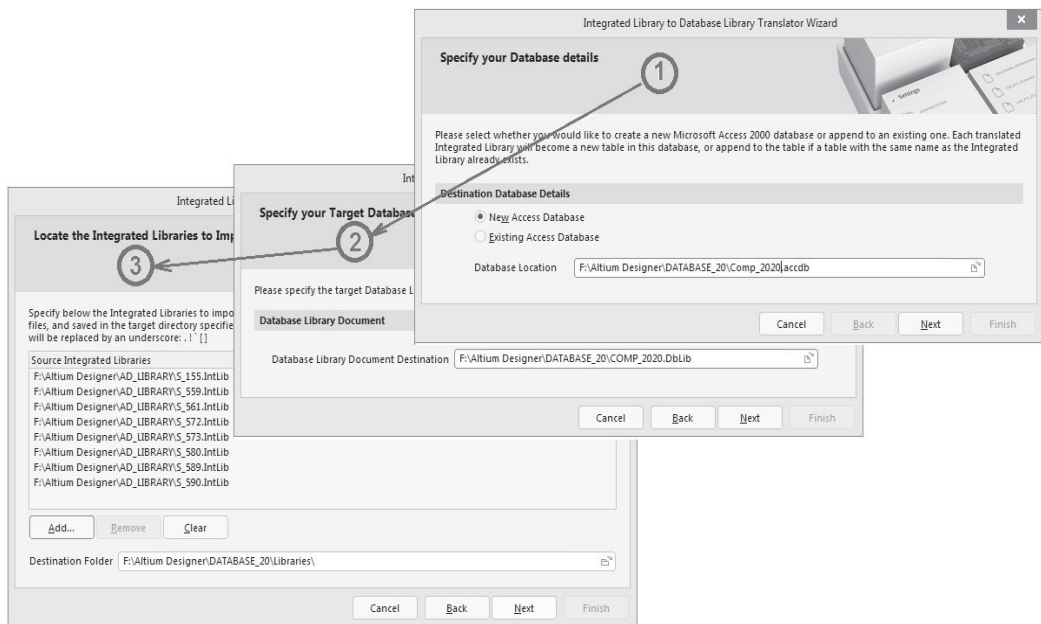

Рис. 2.54. Шаги мастера преобразования библиотеки в базу данных
1. Во вновь образованном или текущем активном DbLib-файле выполнить команду главного меню **Tools | Import from Integrated Libraries** — откроется первая страница мастера конверсии (рис. 2.54). На этой странице следует определить, хотим ли мы открыть новую базу данных (**New Access Database**) или дополнить существующую (**Existing Access Database**) и указать путь к этой базе (**Database Location**). В нашем примере образуем новую базу данных с именем `Comp_2020.accdb`. Возможна конверсия сразу нескольких интегрированных библиотек. Каждая из них преобразуется в отдельную таблицу в назначенной базе данных или присоединяется к существующей таблице, если совпадают имена конвертируемой библиотеки и таблицы, уже существующей в базе данных.
3. Щелчком на кнопке **Next** перейти на третью страницу (см. рис. 2.54), на которой составить список интегрированных библиотек, образующих новую, или под-